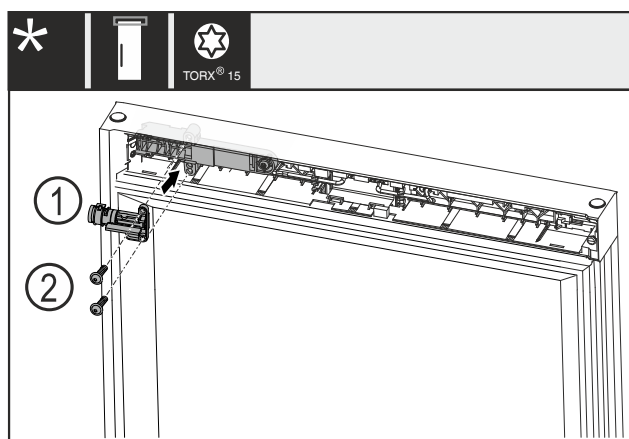

Fig. 23
- Ruotare la serratura meccanica Fig. 23 (1) di 180° e montarla sul lato opposto.
- Fissare la serratura meccanica Fig. 23 (1) con viti Fig. 23 (2).